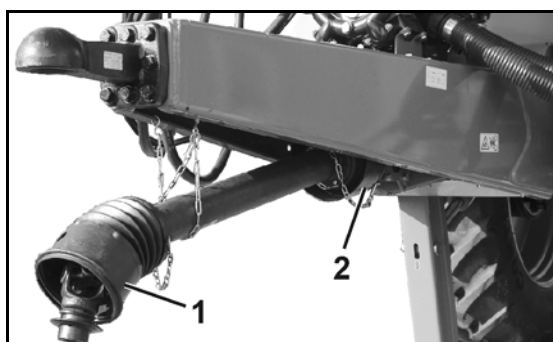

Bild 12
- Bild 12/...
(1) Skydd för kraftöverföringsaxel
(2) Maskinens skyddsträtt